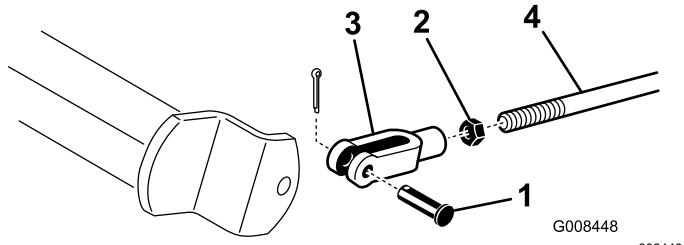

Figura 47
- A. Scollegate le aste dei freni rimuovendo la coppia e il perno del cavallotto (Figura 47).
- B. Allentate il controdado e regolate il cavallotto come opportuno (Figura 47).
- C. Montate il cavallotto sull'albero del freno (Figura 47).